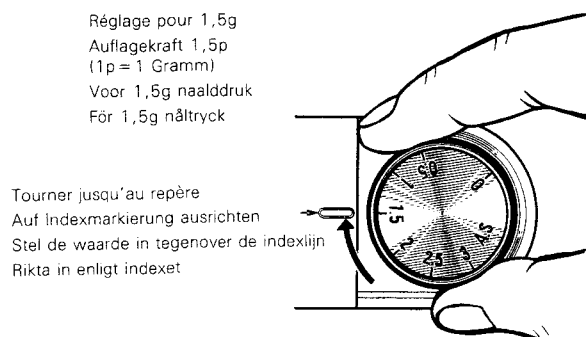

Fig. 11
2. Assurez-vous que le réglage anti-skating est sur "0" (Fig. 11) et que le levier du lève-bras est sur la position DOWN.
6. Régler la bague anti-skating sur la graduation correspondante à la force d'appui utilisée. (Fig. 11)
2. Kontrollieren, ob die Antiskating-Einstellskala auf "0" und der Tonarmlift auf DOWN eingestellt ist. Siehe Fig. 11.
6. Die Antiskating-Vorrichtung auf den gleichen Wert wie die Auflagekraft einstellen, im gezeigten Beispiel also auf "1,5 P". (Fig. 11)
2. Controleer of de dwarskracht-schaal staat ingesteld op "0" (Fig. 11) en de hendel van de toonarmlift op DOWN.
6. Stel de dwarsdrukcompensatie op hetzelfde cijfer in als dat van de naalddruk. (Fig. 11)
2. Kontrollera att ratten för antiskating är inställd i "0"-läget. (Fig. 11) och att spaken för manuell tonarmsmanövrering står i läget "DOWN".
6. Justera därefter sen antiskating inställningen till samma värde som nåltrycket. (Fig. 11).